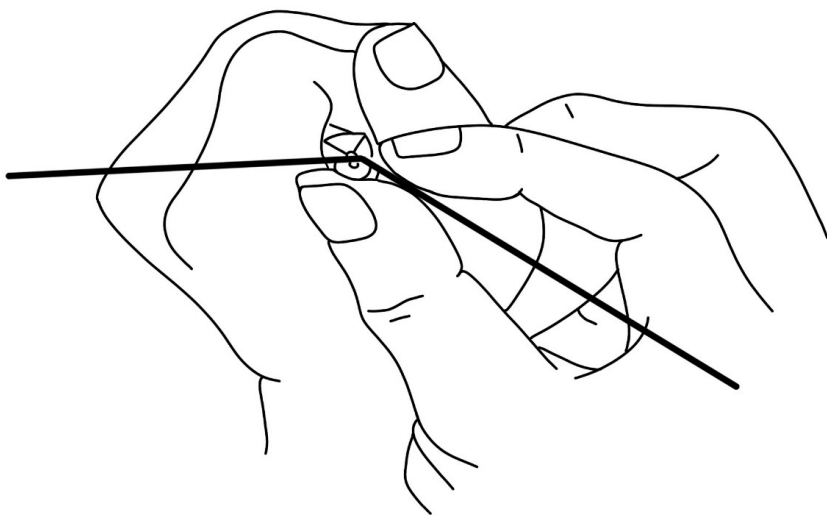

Figura 2. Realización de doblez con el dedo.
- 3) Se insinúa la doblez con el dedo pulgar de la otra mano, comprobamos que la marca tiene la distancia correcta sobre el dibujo. Si es correcta se realiza la doblez completamente. Si no lo es, habrá que corregir la distancia de la doblez antes de seguir (figura 2).